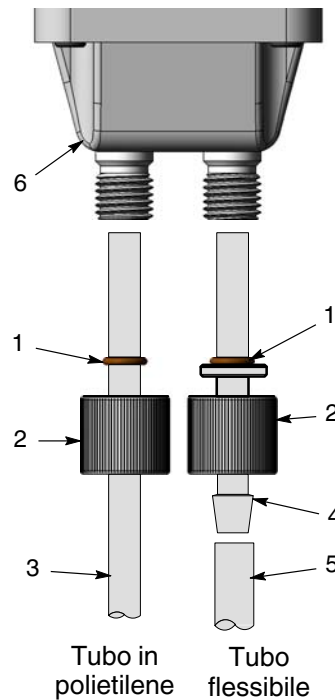

Figura 7 Montaggio dei tubi polvere
1. Vedi figura 7. Togliere un dado di tenuta (2) e l'o-ring (1) dalla pompa.
2. Infilare il dado di tenuta sul tubo in polietilene (3).
4. Spingere il tubo in polietilene nel blocco antiusura (6) finché tocca il fondo.
1. Vedi figura 7. Togliere un dado di tenuta del tubo (2) e l'o-ring (1) dalla pompa.
2. Montare l'o-ring sull'adattatore del tubo (4), finché si trova in alto contro la flangia dell'adattatore.
3. Montare l'estremità dell'adattatore nel blocco antiusura (6).
5. Spingere il tubo polvere flessibile (5) sull'estremità con bava dell'adattatore.